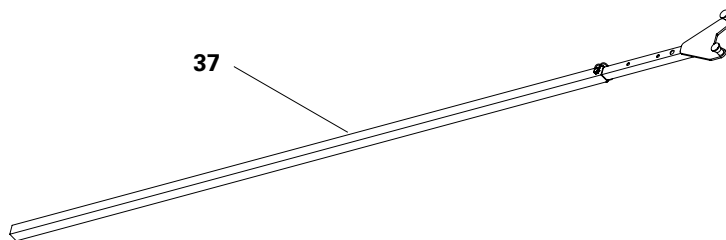

Fig. D1.04
L'asta di montaggio DUO (37) viene utilizzata per il montaggio e lo smontaggio dei pannelli DUO. La lunghezza è regolabile con passo di 7,5 cm da 2,15 m a 3,85 m. (Fig. D1.04).